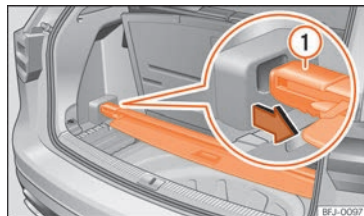

Fig. 120 Sob o piso da bagageira: guardar a chapeleira da bagageira.
- Coloque a chapeleira da bagageira no suporte previsto para o efeito »» Fig. 120.